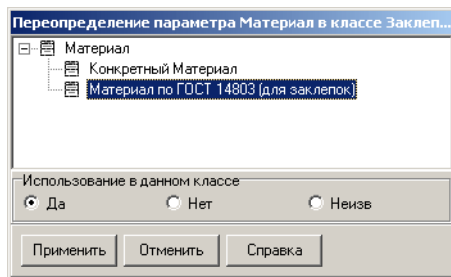

Рис. 4.104.
2. Дважды щелкните левой клавишей мыши по атрибуту *Материал*. Откроется окно переопределения параметра, в котором показан список допустимых типов атрибута (рис. 4.104).